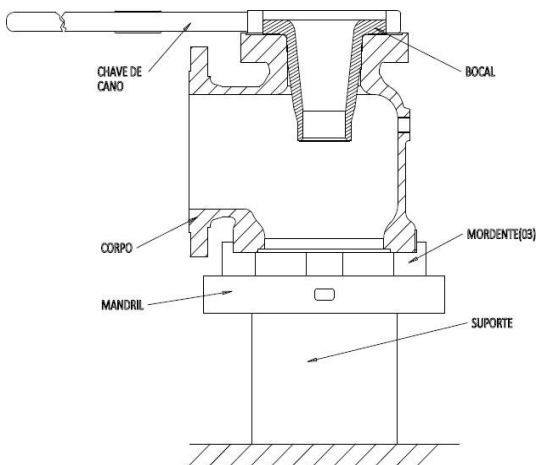

Figura 09
8.1.14 O bocal também poderá ser removido do corpo, utilizando-se uma chave de cano grande (Figura 09).